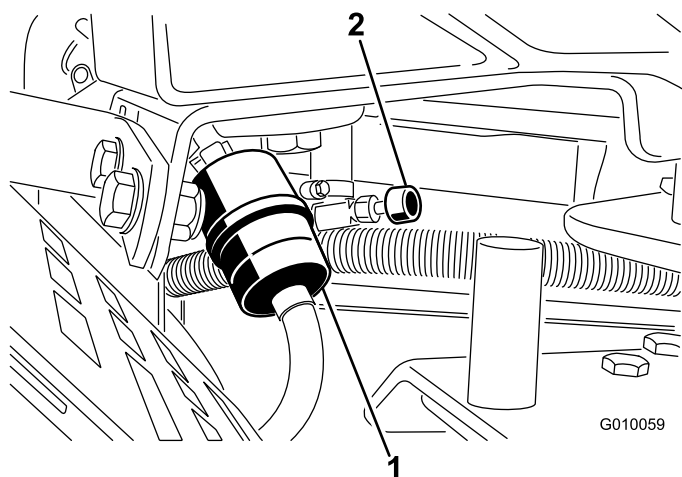

図 51
2. 燃料バルブを閉じる (図 51)。
3. 燃料フィルタについているクランプをゆるめ、フィルタからはずす (図 51)。
4. フィルタから燃料ホースを抜き取る (図 51)。燃料バルブを開き、排出される燃料を容器に受ける。
5. フィルタに燃料ホースをつなぎ、クランプで固定する (図 51)。
3. 古いフィルタのクランプをゆるめて脇に寄せる (図 51)。
5. 新しいフィルタをホースに取り付け、クランプで固定する (図 51)。
7. 燃料バルブを開く (図 51)。